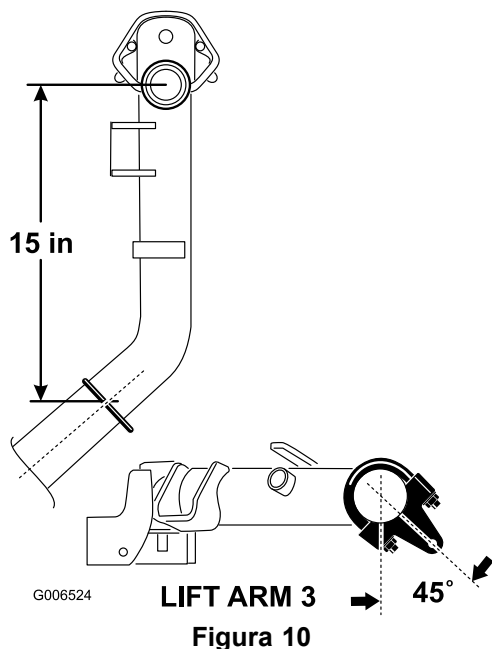

Figura 10
- Sui bracci di sollevamento n° 2 e n° 3, posizionate le staffe e i bulloni a U a una distanza di 381 mm dietro la linea centrale dello snodo di articolazione (Figura 10). Ruotate le staffe di 45 gradi verso il lato esterno della macchina.